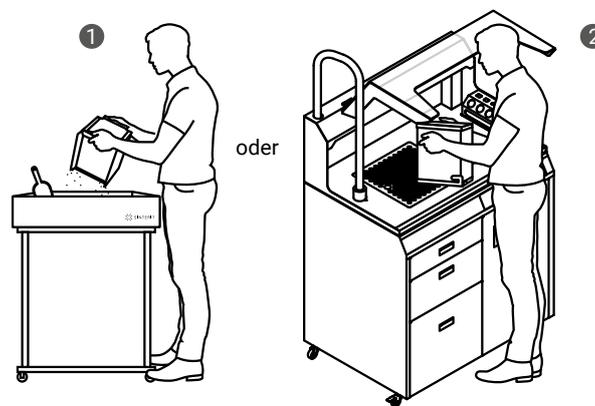

Abb. 3.4 Transfer der IO BOX auf das klappbare Tablett ① oder auf die PHS-Arbeitsfläche ② zur Reinigung des Printouts.
10. Trage die IO BOX und ihren Inhalt auf das klappbare Tablett der Dedicated Powder Tools ① oder auf die PHS Arbeitsfläche (Powder Handling Station) ② (Abb. 3.4).